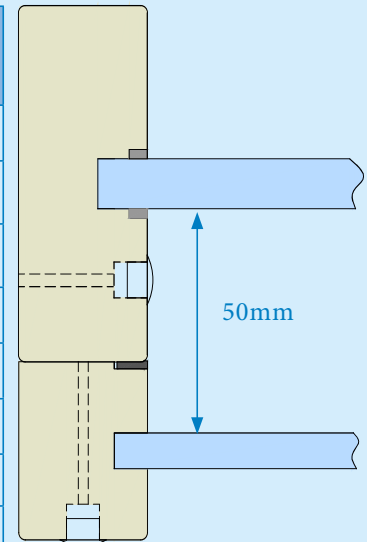

Fig. 1
**Tabell 1** 50 mm. avstand mellom glass (Fig. 1)